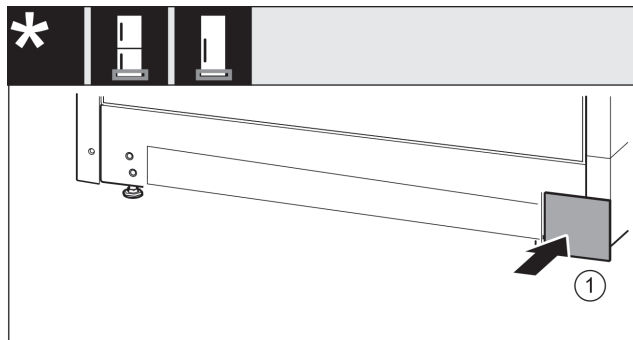

Fig. 18
- ▶ Sätt tillbaka skyddet *Fig. 18 (1)* på den andra sidan.